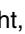

Abbildung 16: Menü Daten löschen
3. Drücken Sie die gelbe Taste (Abbildung 16, Kennz. 1), die dem Symbol  entspricht, und bestätigen Sie anschließend durch Drücken auf . Der Löschvorgang wird durchgeführt.
2. Drücken Sie die gelbe Taste (Abbildung 16, Kennz. 1), die dem Symbol  entspricht, und bestätigen Sie anschließend durch Drücken auf . Der Löschvorgang wird durchgeführt.